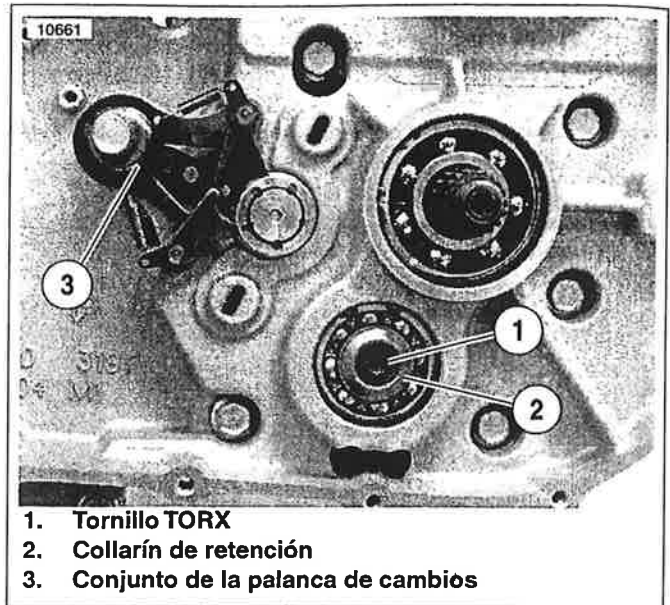

Figura 6-26. Retén del contraeje
6. Vea la Figura 6-26. Coloque la transmisión en el engranaje de primera. Extraiga el tornillo TORX del contraeje (1) y collarín de retención (2).